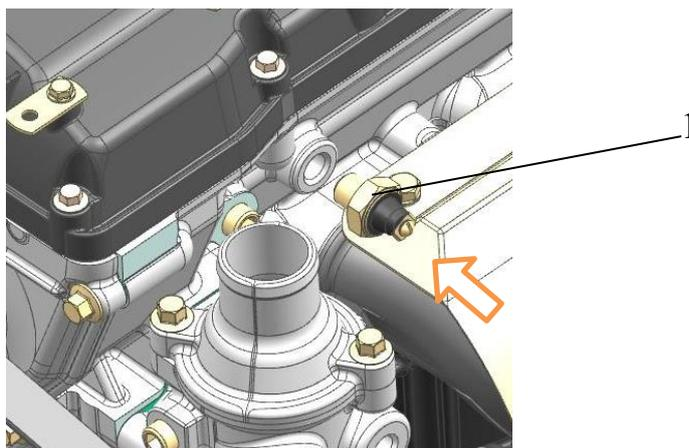

Рис.200. Установка датчика аварийного давления масла:
9. Установить датчик аварийного давления масла в головку цилиндров, предварительно нанеся на резьбовую часть датчика анаэробный герметик «Фиксатор-6» или аналогичный («Стопор-6», «Техногерм-5», «Гермикон-2К»). Завернуть датчик 1 (рис.200) моментом 17,6...34,3 Н·м (1,8...3,5 кгс·м).